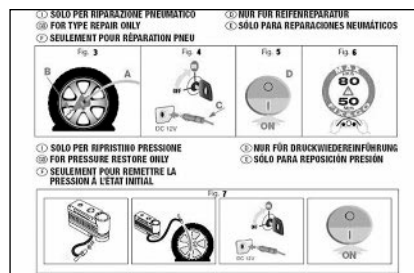

fig. 13
- ☐ un opúsculo (véase **fig. 13**), con las instrucciones para emplear correctamente el kit que luego, deberá entregar al personal que reparará el neumático tratado con el kit de reparación rápida